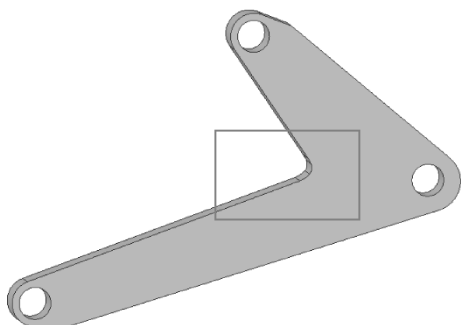

图 12-113 拉伸模型
(6) 在工具栏中单击【Pull】，然后拉平面增加厚度 2mm，如图 12-113 所示。